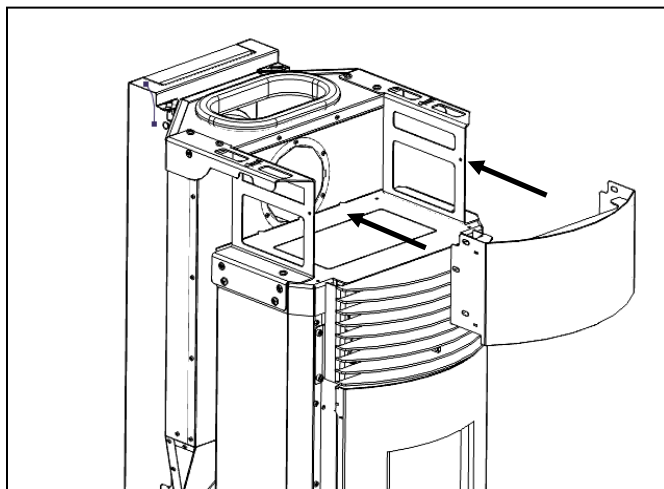

Figure 37 - Montage du frontal
- b) Positionnez la partie supérieure avant comme indiqué à la Figure 37, en plaçant les rabats de la partie avant sur la face interne de la structure.